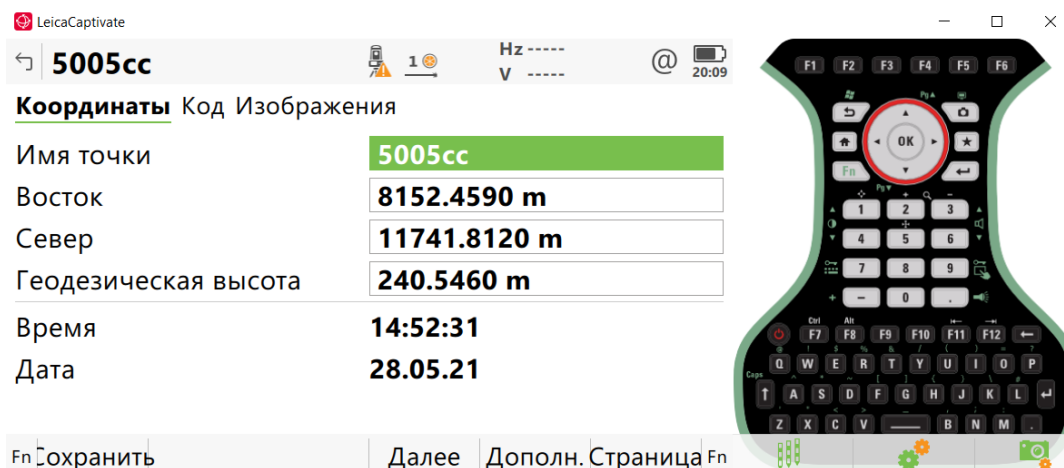

Рисунок 12 – Проверка корректности импорта данных
12. Открываем проект и убеждаемся в правильном импорте всех точек (рис. 12):